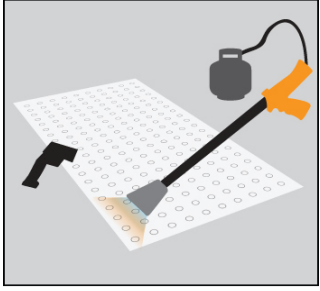

Figura 11: Caliente la hoja abovedada TopMark a un máximo de 4 pies cuadrados a la vez.
3. Al calentar de las hojas abovedadas: Comience a calentar la sección de los primeros 4 pies cuadrados del material abovedado utilizando una antorcha Flint 2000EX. Mantenga el inyector de la antorcha aproximadamente 6 a 8 pulgadas sobre el TopMark® y caliente a un rango entre 215°F y 250°F. Utilice un termómetro infrarrojo para supervisar la temperatura (Figura 11). Caliente a un máximo de 4 pies cuadrados a la vez. **Nota: No recaliente el material de TopMark pues esto hará que las cúpulas se derritan.**